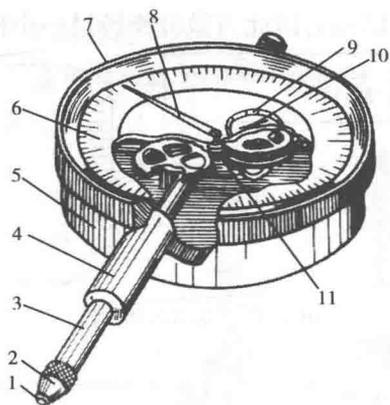

图 1-15 百分表
(1) 外径百分表:外径百分表结构如图 1-15 所示,外径百分表装在专用表架上或装在磁性表架上,如图 1-16 所示,可测量工件的平面、外圆(外表面)、内孔(内表面)的精度,如平面度、平行度、同轴度、垂直度和圆度等。
①百分表的使用:使用时应先擦净触头及被测表面,将百分表触头压入约 40% 量程,转动刻度盘面,使长指针对准“0”位,转动工件或移动百分表,来检查工件的精度。百分表的量杆必须垂直工件表面,否则会产生误差。